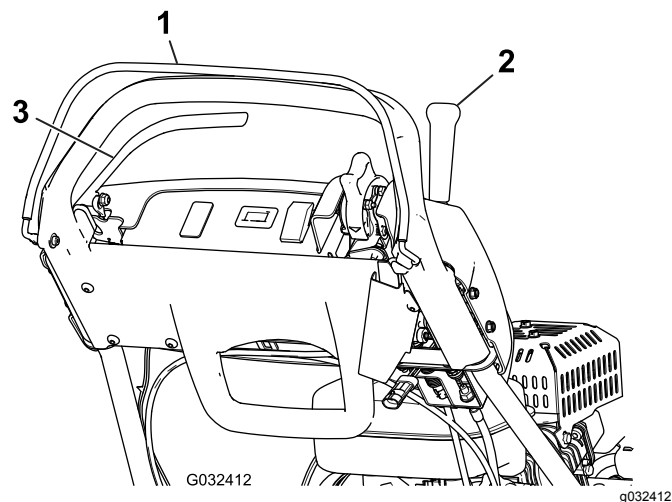

Bild 29
3. Versuchen Sie den Fahrtriebshebel bei gelöster elektronischer Sicherheit zu aktivieren (Bild 29). Der Fahrtriebshebel sollte **nicht** aktiviert werden. Wenn der Fahrtriebshebel aktiviert werden kann, müssen die Sicherheitsschalter gewartet werden. Beheben Sie den Fehler vor der Verwendung der Maschine, siehe Warten des Fahrtrieb-Sicherheitsschalters \(Seite 34\)
4. Lösen Sie die elektronische Sicherheit, wenn die elektronische Sicherheit gedrückt und der Fahrtriebshebel aktiviert ist (Bild 29). Der Fahrtriebshebel **sollte** ausgekuppelt werden. Wenn der Fahrtriebshebel nicht deaktiviert wird, müssen die Sicherheitsschalter gewartet werden. Beheben Sie den Fehler vor der Verwendung der Maschine, siehe Warten des Fahrtrieb-Sicherheitsschalters \(Seite 34\)
5. Drücken Sie die elektronische Sicherheit und stellen den Ganghebel nach links; kuppeln Sie dann den Fahrtrieb und den Spindelantrieb ein und lassen Sie die elektronische Sicherheit los (Bild 29). Der Fahrtriebshebel **sollte** ausgekuppelt werden. Wenn der Fahrtriebshebel nicht deaktiviert wird, müssen die Sicherheitsschalter gewartet werden. Beheben Sie den Defekt vor der Verwendung der Maschine, siehe Warten des Fahrtrieb-Sicherheitsschalters \(Seite 34\) oder Einstellen des Spindelantriebs \(Seite 37\).
6. Aktivieren Sie die elektronische Sicherheit und schieben Sie den Ganghebel nach links, um den Fahr- und Spindelantrieb einzukuppeln; schieben Sie den Ganghebel nach rechts, um den Spindelantrieb auszukuppeln (Bild 29). Der Spindelantrieb **sollte** ausgekuppelt werden. Wenn der Spindelantrieb nicht ausgekuppelt wird, müssen die Sicherheitsschalter gewartet werden. Beheben Sie den Fehler vor der Verwendung der Maschine, siehe Einstellen des Spindelantriebs \(Seite 37\)
2. Drücken Sie die elektronische Sicherheit, kuppeln Sie den Fahrantriebshebel ein und stellen die Motorbedienelemente in die Start-Stellung (Bild 29) und versuchen Sie, den Motor anzulassen. Der Motor sollte **nicht** anspringen. Wenn der Motor startet, muss der Sicherheitsschalter gewartet werden. Beheben Sie den Fehler vor der Verwendung der Maschine, siehe Warten des Fahrantrieb-Sicherheitsschalters \(Seite 34\)
2. Kuppeln Sie den Fahrantriebshebel aus, aktivieren Sie die Betriebsbremse und stellen die Motorbedienelemente in die Start-Stellung (Bild 29); versuchen Sie dann, den Motor anzulassen. Der Motor **sollte** anspringen. Wenn der Motor nicht anspringt, muss der Sicherheitsschalter gewartet werden. Beheben Sie den Fehler vor der Verwendung der Maschine, siehe Warten des Sicherheitsschalters der Bremse \(Seite 34\)
3. Aktivieren Sie bei laufendem Motor die Betriebsbremse (nicht den Riegel der Feststellbremse), drücken Sie die elektronische Sicherheit und kuppeln Sie den Fahrantriebshebel ein (Bild 29). Der Motor sollte gegen die Bremse kämpfen, aber nicht abstellen. Wenn der Motor sofort abstellt, muss der Sicherheitsschalter gewartet werden. Beheben Sie den Fehler vor der Verwendung der Maschine, siehe Prüfen des Bremssicherheitsschalters \(Seite 23\)
4. Aktivieren Sie bei laufendem Motor den Feststellbremsriegel, drücken Sie die elektronische Sicherheit und kuppeln Sie den Fahrantriebshebel ein (Bild 29). Der Motor **sollte** abstellen. Wenn der Motor nicht abstellt, muss der Sicherheitsschalter gewartet werden. Beheben Sie den Fehler vor der Verwendung der Maschine, siehe Warten des Sicherheitsschalters der Bremse \(Seite 34\)